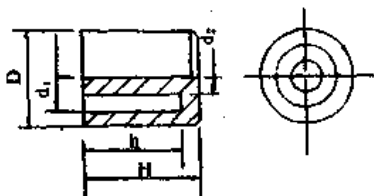

图 48-5
(3)DZ 型帽形磁芯:DZ 型用于中频变压器、射频变压器、振荡器、滤波器等。该磁芯采用的材料为R40、R400。典型产品有DZ7系列、DZ9系列、DZ10系列、DZ13系列等。其结构原理如图48-5所示。